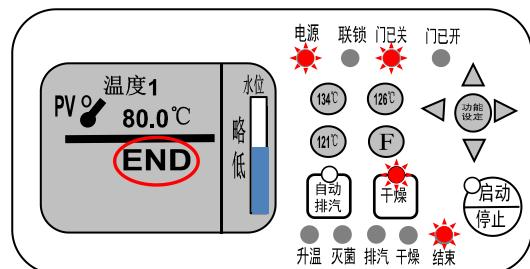

图 21
- 干燥结束后排气至灭菌室内温度低于 90°C 后，联锁解锁，显示屏出现“END”，所有运行程序结束（图 21）。